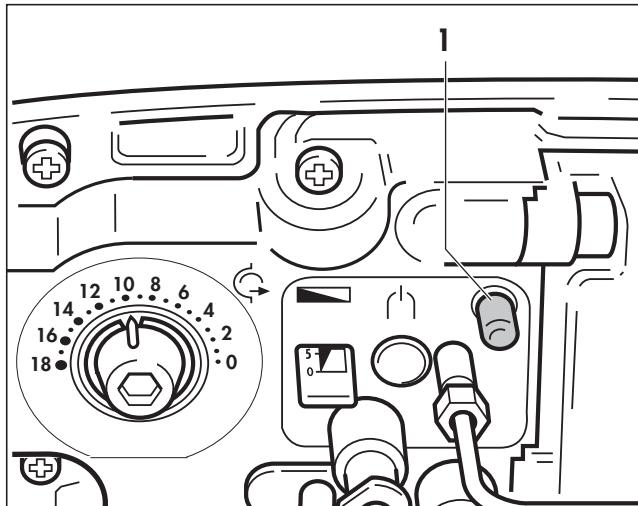

Abb. 5.6 Messstelle für den Luftdruck im Brennerrohr
- Luftdruck im Brennerrohr an der Messstelle (1, Abb. 5.6) mit einem geeigneten Messgerät (z. B. Breitband-Manometer) prüfen.